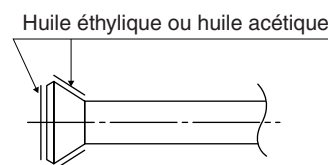

Fig. 7
- Appliquez de l'huile éthylique ou de l'huile acétique autour des évasements avant de procéder au raccordement. (Reportez-vous à la Fig. 7)
- Lorsque vous raccordez l'écrou évasé, enduisez l'évasement (à l'intérieur et à l'extérieur) d'huile éthylique ou d'huile acétique, faites-le tout d'abord tourner trois ou quatre fois, puis serrez-le. (Reportez-vous à la Fig. 7)